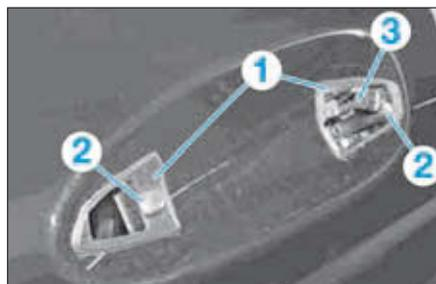

FIG. 52
- Déposer les joints (1) (Fig.52).
- Desserrer, sans les déposer, les vis (2).
- Pousser l'étrier (3) vers l'avant et le décrocher.